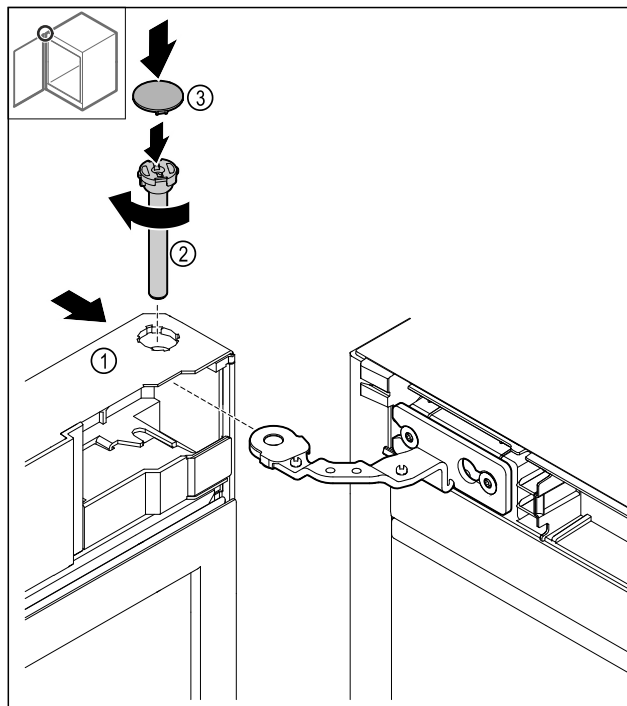

Fig. 47
- Nasuňte dveře Fig. 47 (1) nahoře na závěs.
- Zasuňte čep Fig. 47 (2) a pevně jej utáhněte ve směru hodinových ručiček.
- Nasad'te kryt Fig. 47 (4).